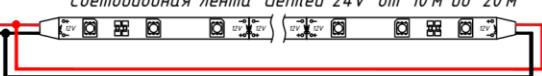

Рисунок 6 – Варианты подключения.
5.6. Если необходимо подключить более 10 метров ленты, то необходимо выполнить параллельное подключение дополнительной ленты к блоку питания (см. рисунок 5). Либо подключите ленту с двух сторон к блоку питания («кольцевание») (см. Рисунок 6).